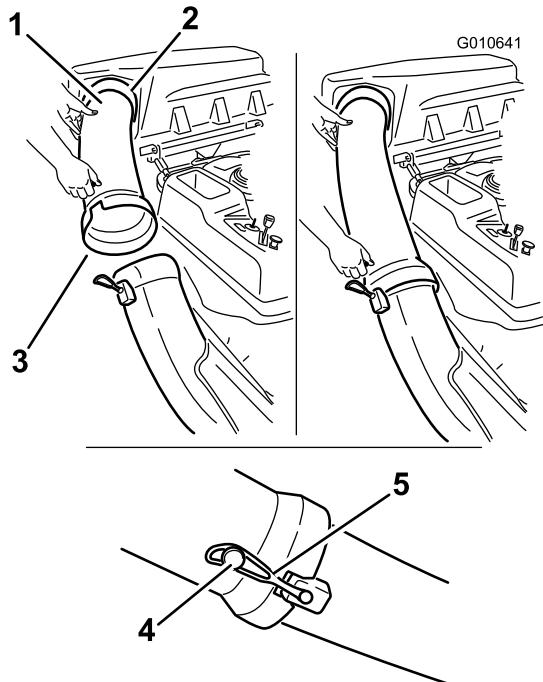

Figure 12
- Glissez l'extrémité courbe du tube d'éjection (fourni avec le kit dispositif de ramassage) dans l'ouverture en haut du dispositif de ramassage (Figure 12).
- Glissez l'extrémité évasée du tube d'éjection sur l'extrémité de l'éjecteur (Figure 12).
- Accrochez la sangle en caoutchouc de l'éjecteur à l'ergot situé sur le tube d'éjection pour le fixer en position (Figure 12).